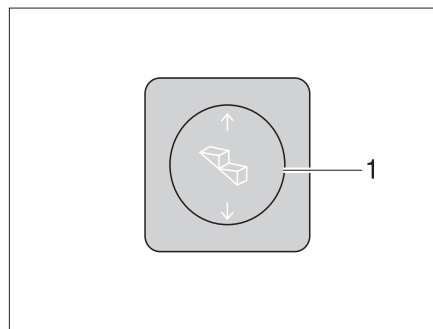

Fig. 1 Interruttore di comando scalino di ingresso
*Estrazione:* ■ Premere in basso l'interruttore a bilico (Fig. 1,1) fino a che lo scalino di ingresso è stato completamente estratto.
*Inserimento:* ■ Premere in alto l'interruttore a bilico (Fig. 1,1) fino a che lo scalino di ingresso è completamente inserito.